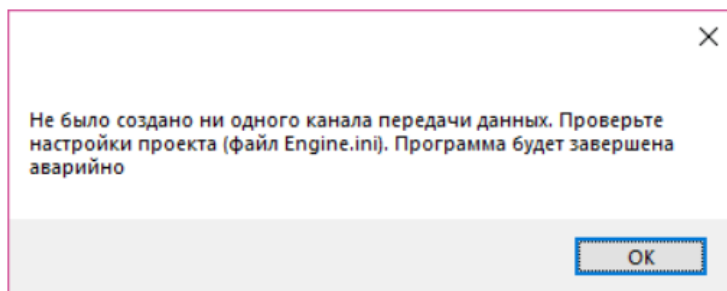

Рисунок 6.5 – Сообщение об отсутствии или неправильной конфигурации каналов обмена данными
5) отсутствие или неправильное конфигурирование каналов обмена данными (см. рисунок 6.5). Необходимо проверить правильность настройки каналов обмена данными в файле «Engine.ini» в секции «Channels».